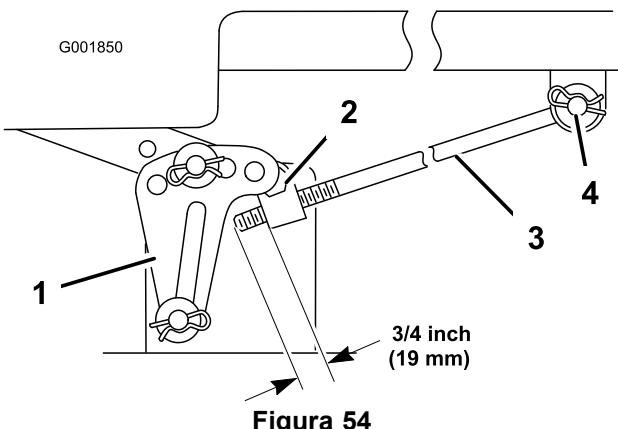

Figura 54
- Mida la longitud de la varilla que se extiende por delante del bloque de ajuste en cada lado del chasis (Figura 54).
- Si la longitud de la varilla **no** es 19 mm, retire el pasador y la arandela del extremo de la varilla (Figura 54), y gire la varilla hasta obtener la dimensión de 19 mm.